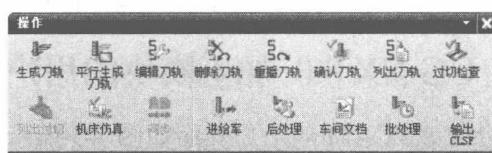

图 1-8 加工【操作】工具栏
② 加工【操作】工具栏。如图 1-8 所示，这个工具栏包含针对刀轨的路径管理的工具；改变操作的进给量的工具；创建准备几何的工具；输出刀位源文件、后处理、输出车间工艺文件的工具等。